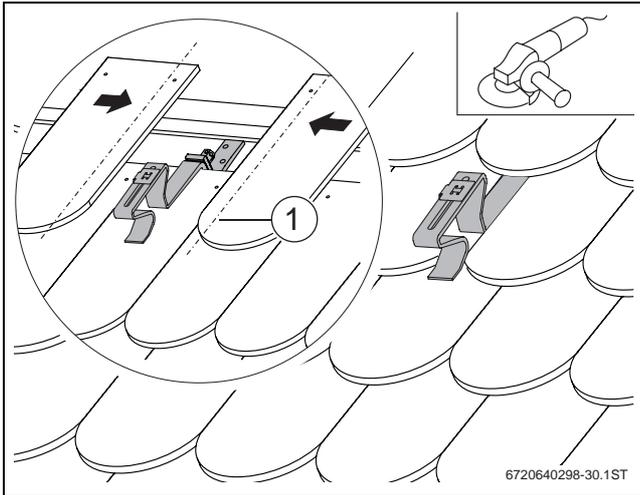

Fig. 144 Gancio da tetto per SKN4.0 montato su una copertura con embrici
Le figure 144 e 145 mostrano il fissaggio del gancio da tetto (pos. 2) su una copertura con embrici. Il taglio e il fissaggio degli embrici è a carico del committente.